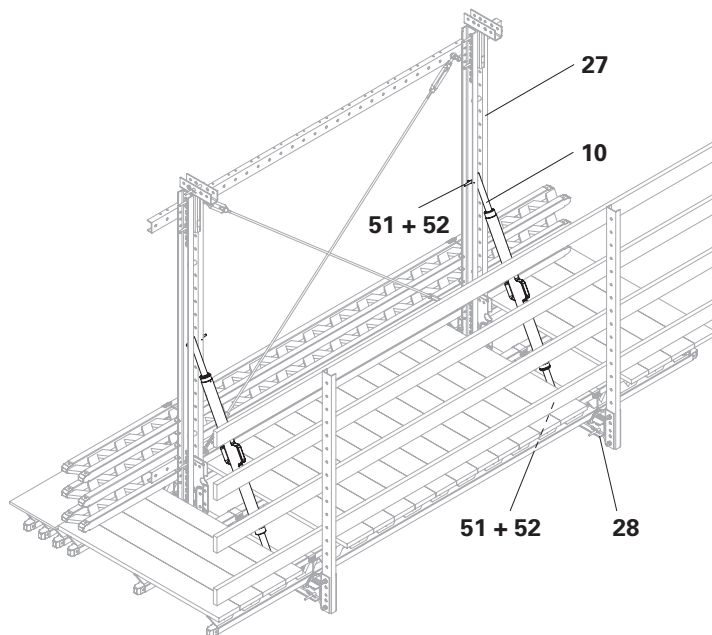

Fig. B4.15
⇒ Staccare la cassaforma laterale dalla gru solamente se i puntone di forza (10) sono montati (Fig. B4.15).
5. Rimuovere i ganci della gru. (Fig. B4.15 + B4.17)